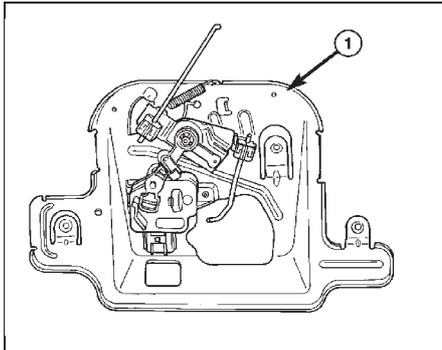

Рис. 7. Панель узла управления дверью багажного отделения.
(1) Снимите панель отделки двери багажного отделения.
(2) Отсоедините тяги (рис. 7).